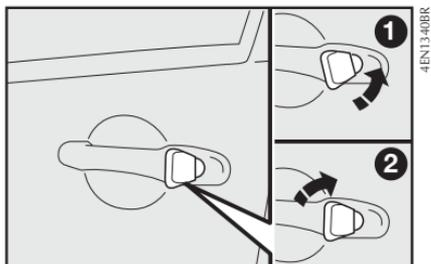
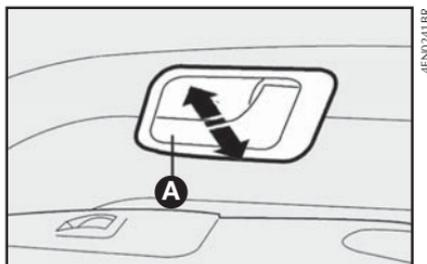

fig. 87
fig. 88
Abertura manual por fora – fig. 87
Abertura: puxar a maçaneta de abertura **A** – fig. 88.
Efetuar o travamento das portas, manualmente, pressionando a maçaneta interna de abertura da porta dianteira direita **A-fig. 88** e, a seguir, girar a chave na fechadura externa da porta do motorista posição **2-fig. 87** no sentido horário.
– **Para fechar a porta manusear a maçaneta pela região C-fig. 88, para evitar o acionamento da fechadura, que iria impedir o fechamento da porta. O correto fechamento da**